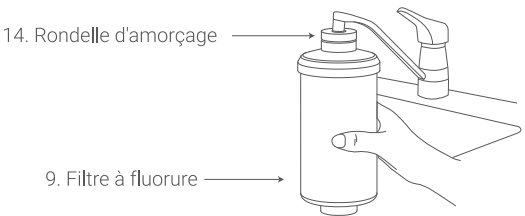

Figure 4
Fixez le filtre au fluorure (9) à la sortie d'eau de votre robinet, en faisant un joint étanche avec la rondelle d'amorçage (14), et rincez le filtre au fluorure (9) pendant au moins 120 secondes ou jusqu'à ce que l'eau soit claire. (Figure 4)